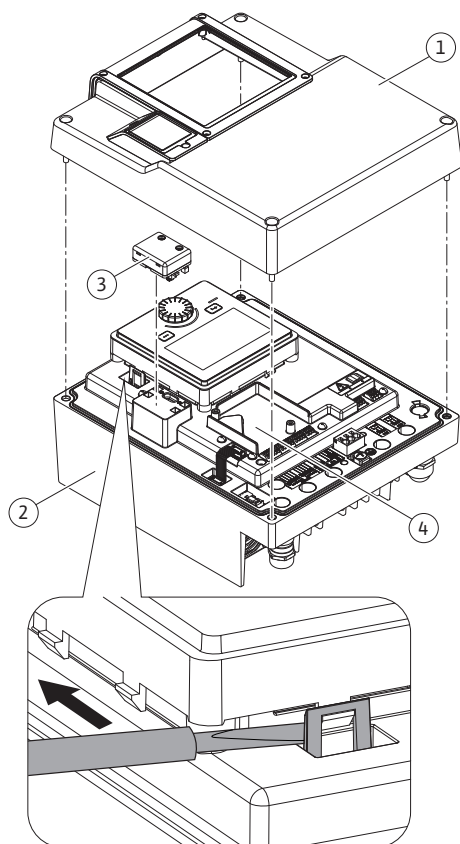
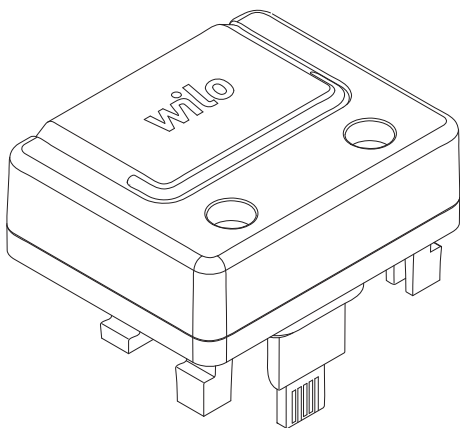

Fig. 26: Elektronikamodul
Fig. 27: Wilo-Smart Connect BT modul
A Wilo-Smart Connect BT modul Bluetooth-interfész (Fig. 26, 3. poz. és Fig. 27) mobil vég-eszközökhöz való (pl. okostelefon és tablet) csatlakozásra szolgál. A Wilo-Assistant alkalmazásban található a Wilo-Smart Connect funkció. A Wilo-Smart Connect funkció segítségével tudjuk elvégezni a szivattyú beállítását, kezelését és a szivattyú adatainak leolvasását. A beállításokat lásd az „Üzembe helyezés” [► 46] fejezetben.
1. Lazítsa meg az elektronikamodul felső részének négy csavarját (Fig. 26, 1. poz.; Fig. 1, 2. poz.).
3. Dugja be a Wilo-Smart Connect BT modult az erre szolgáló Wilo-Connectivity interfész-be. Lásd: Fig. 26, 3. poz.
A CIF-modulok (tartozék) a szivattyúk és az épületfelügyelet közti kommunikációra szolgálnak. A CIF-modulokat az elektronikamodulra kell dugni (Fig. 26, 4. poz.)